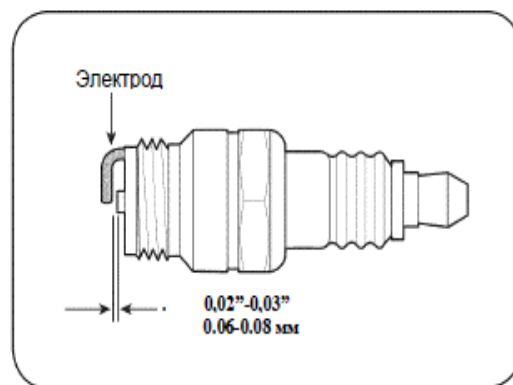

Рис. 20
3. Измерьте искровой зазор с помощью проволочного шупа. При необходимости исправьте зазор, отогнув боковой электрод (См. Рис. 20). Искровой зазор должен составлять 0,02–0,03 дюйма (0,60–0,80 мм).